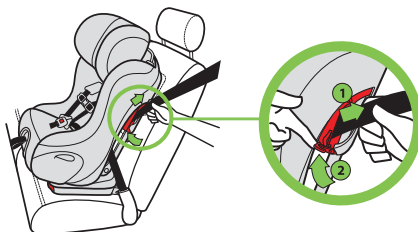

Figure 104
- Lors de l'utilisation d'une ceinture sous-abdominale/boudrier : tout en maintenant la ceinture du véhicule serrée, verrouillez le dispositif de blocage pour l'orientation vers l'avant, tel qu'illustré dans la **Figure 104**.